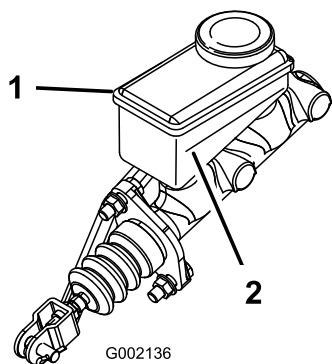

Figura 53
3. Uitați-vă la conturul nivelului de lichid de pe partea laterală a rezervorului (Figura 53).
- B. Adăugai lichid de frână DOT 3 în rezervor până când nivelul lichidului se află deasupra liniei de nivel Minim (Figura 53).